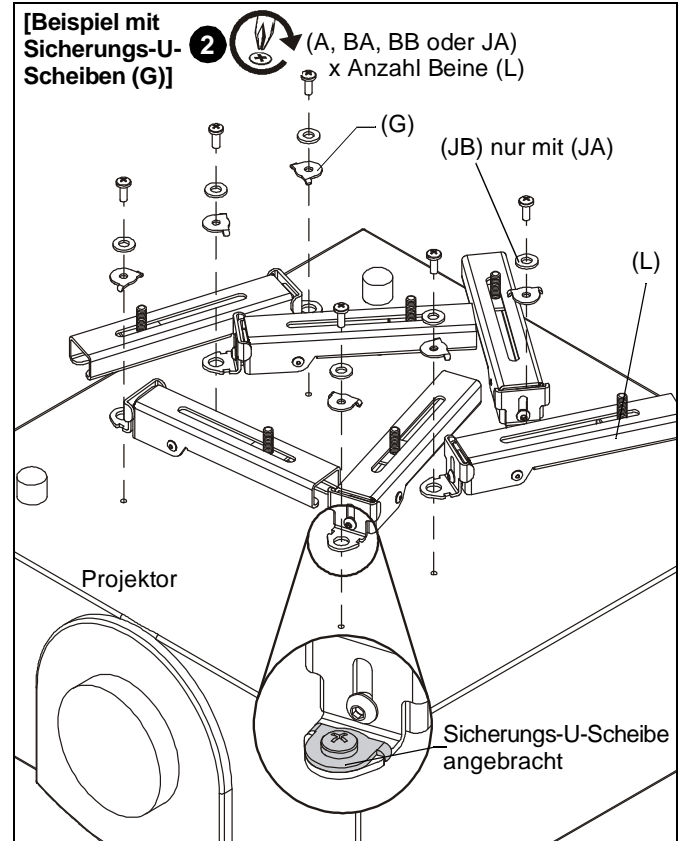
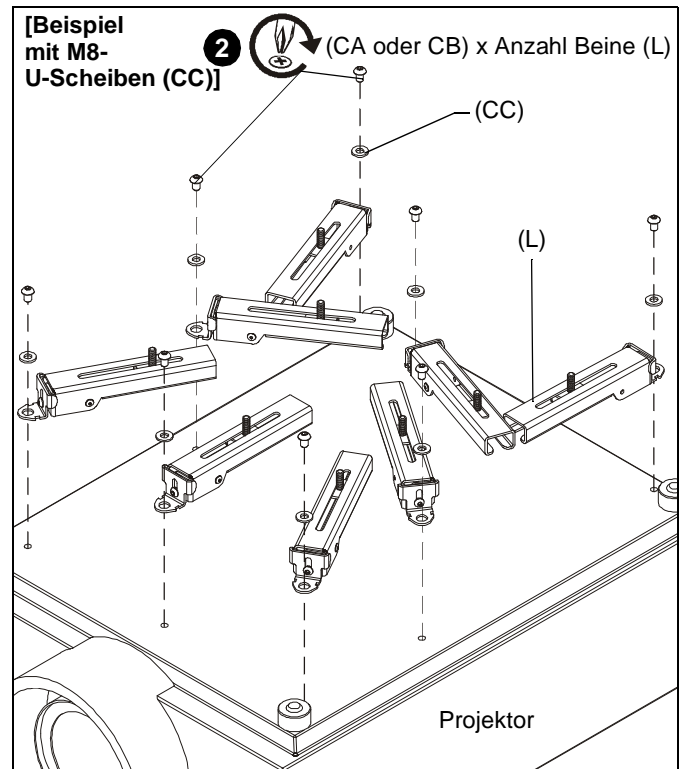

Abb. 1
Abb. 2
2. Bringen Sie die HBU-Beine (L) mittels der ausgewählten Befestigungsteile und Unterlegscheiben am Projektor an. (Siehe Abb. 1) und (Siehe Abb. 2)